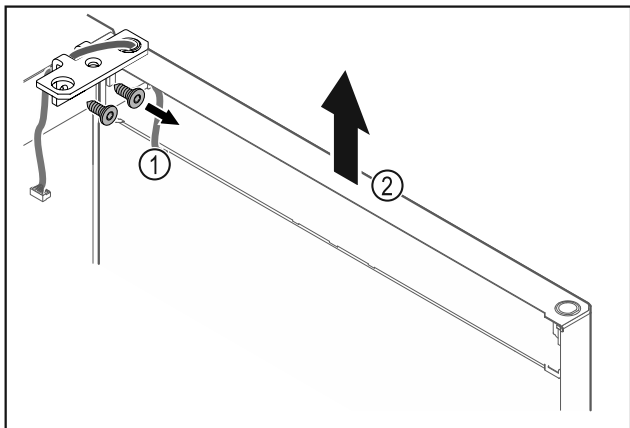

Fig. 25
- ▶ Skruva av gångjärnsfästet Fig. 25 (1).
- ▶ Lyft dörren rakt uppåt med gångjärnsfästet Fig. 25 (2) ca 200 mm och ta av den.